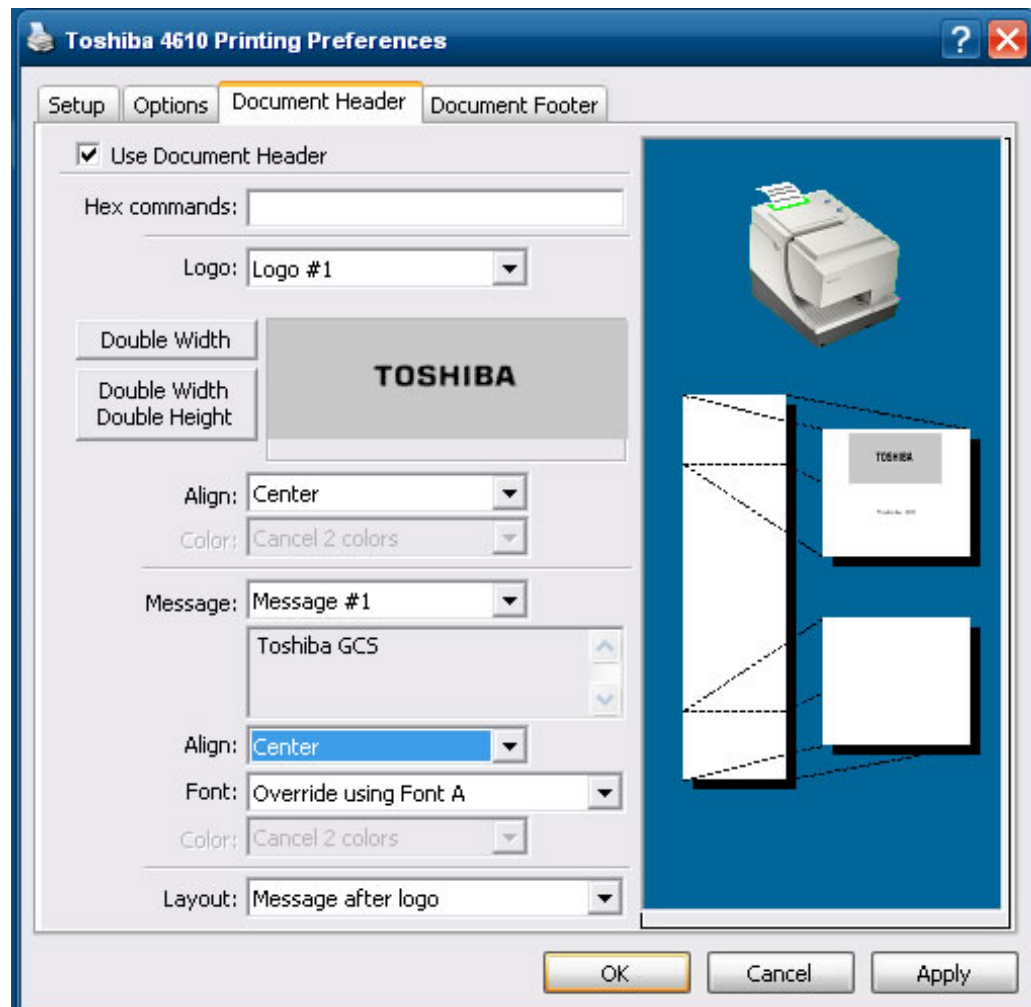

Figure 47. Selecting a header message
7. To specify a message (see Figure 47):